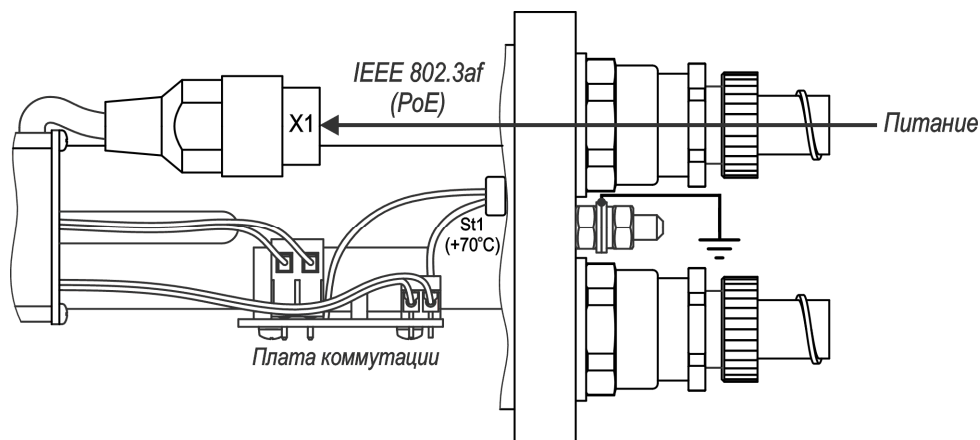

Рисунок 2 – Подключение изделия
2. Открутить 6 винтов крепления задней крышки и выдвинуть модуль IP-видеокамеры. Ввести через кабельный ввод внешний кабель UTP кат.5е и подключить его к разъёму X1 IP-видеокамеры (рисунок 2). Схема обжимки вилки RJ45 на кабель кат.5е показана на рисунке 3.